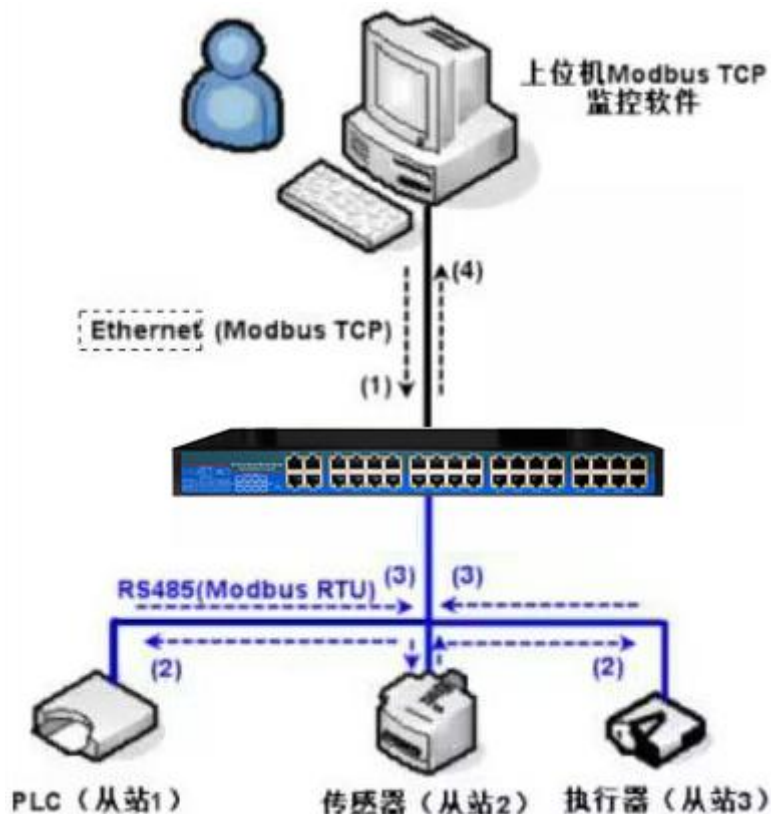

图 40 存储型 Modbus 网关工作方式
如图 40 所示：普通的 Modbus TCP 数据流方向为 (1) \rightarrow (2) \rightarrow (3) \rightarrow (4)。即先将 Modbus TCP 指令转化为 Modbus RTU 的对应指令，然后设备应答 Modbus RTU 指令给 Modbus 网关，然后 Modbus 网关再次转化为 Modbus TCP 发送给监控上位机。